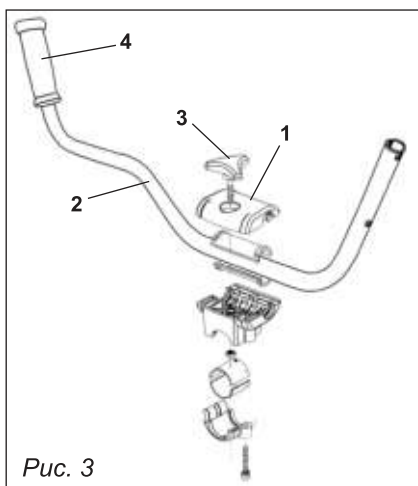

Рис. 3
Установка рукоятки производится в следующей последовательности (см. рис. 3):
2. Вставьте ручку в кронштейн, установите крышку, затяните винт. рис. 3